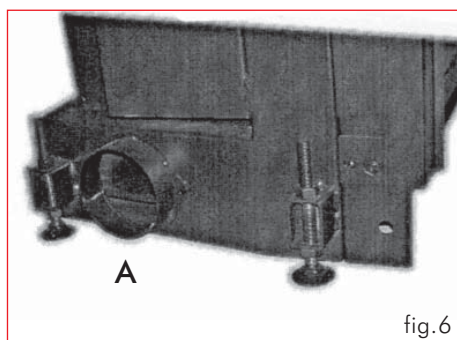

fig.6
Les FLAT peuvent être montés uniquement dans des lieux où l'alimentation en air pour la combustion est suffisante. Pour pouvoir faire fonctionner la cheminée correctement il est essentiel de faire parvenir l'air de combustion au foyer par un conduit jusqu'aux prises spéciales prévues sur les cotés et derrière la cheminée. Un raccord (A) de 12,5 cm de diamètre est fourni et doit être appliqué à la prise que l'on souhaite utiliser (fig. 6).